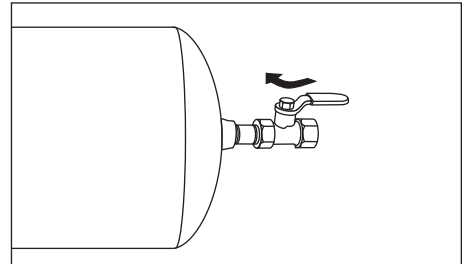

Figura 9
1. Cierre la válvula de desfogue (Vea la Figura 9).